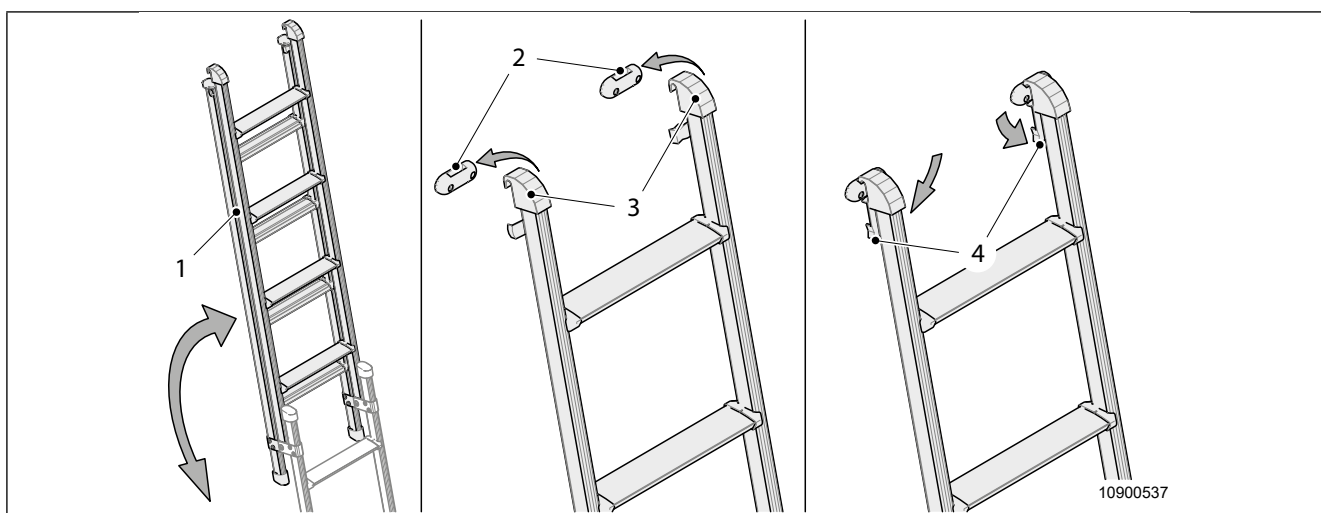

Fig. 36 Aggancio della scaletta
1. Ribaltare completamente la scaletta (Fig. 36, pos. 1).
2. Agganciare la scaletta al relativo supporto (Fig. 36, pos. 2 e pos. 3) sul telaio del tetto e chiudere i fermi (Fig. 36, pos. 4).